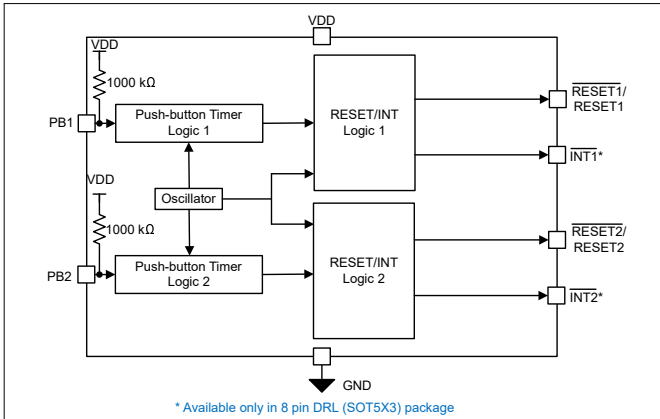
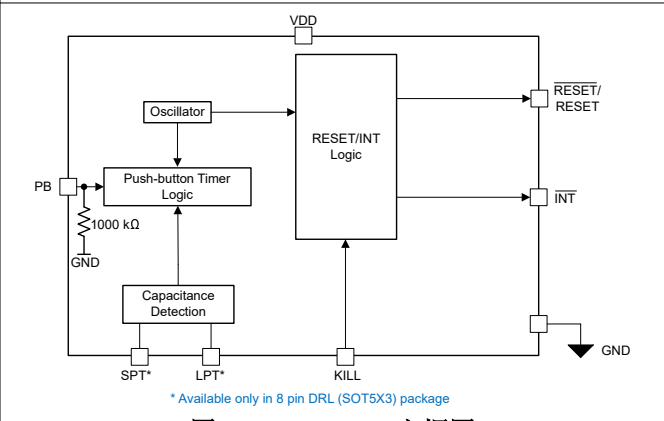

图 7-1. TPS3423 方框图
图 7-4. TPS3424 方框图
7.3.1.1 按钮输入 (PB)
TPS3423 和 TPS3424 的按钮输入 (PB) 支持低电平有效和高电平有效配置，如表 7-1 至图 7-1 所示图 7-4。